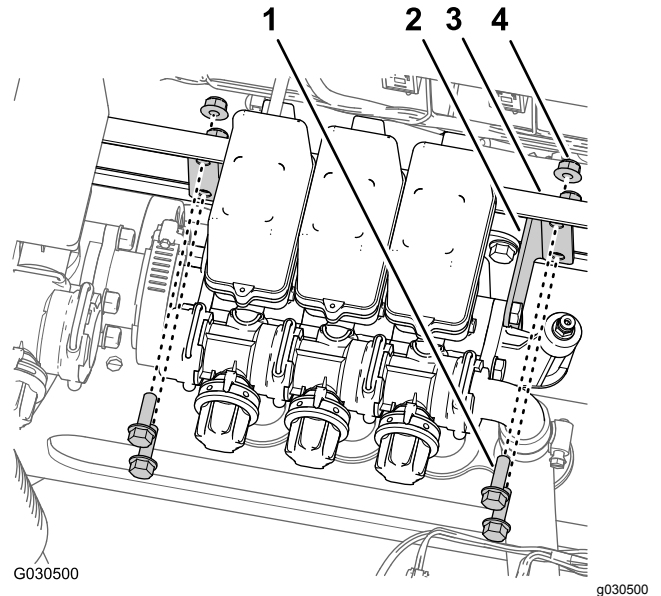

Figura 63
5. Retire los 4 pernos con arandela prensada (5/16" x 1") y las 4 contratuercas con arandela prensada (5/16") que sujetan los soportes de montaje en cada extremo de las 3 válvulas de sección de los brazos al bastidor del distribuidor (Figura 63).